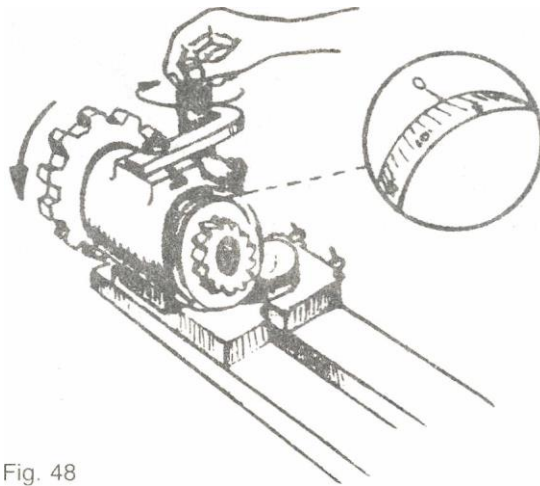

Fig. 48
- f. Suelte el eje del cabezal y hágalo por medio del tornillo micrométrico del perno posicionador hasta obtener el ángulo indicado (Fig. 48).